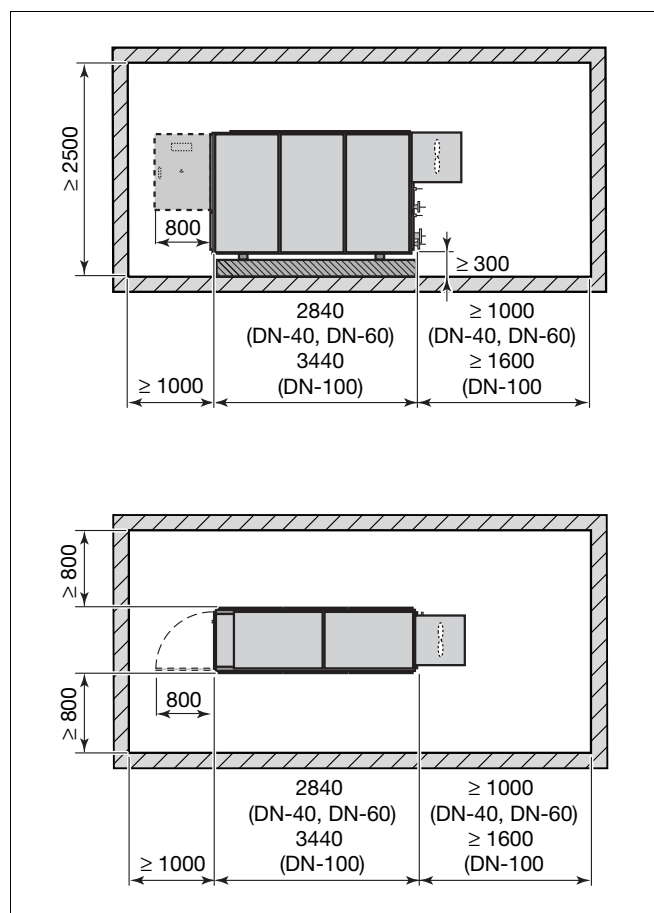

Рис. 3 Минимальные расстояния в помещении для установки оборудования (размеры даны в мм)
- Помещение должно быть достаточно просторным для проведения монтажа и работ по техническому обслуживанию (рис. 3).
Для обеспечения статического напора противодавления выхлопных газов 25 мбар, слив конденсата через сифон должен быть на высоте  $\geq 300 \text{ мм}$  с тем, чтобы препятствовать таким образом их выходу (рис. 3).